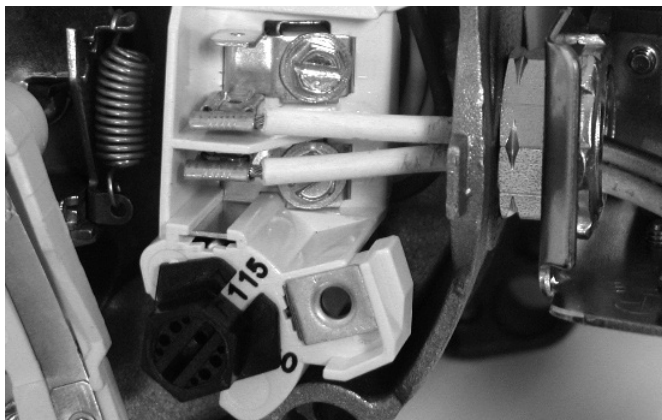

Figure 15 : Tension réglée à 115 V sur sélecteur à cadran
2. Tourner le cadran dans le sens des aiguilles d'une montre jusqu'à ce que le nombre 115 soit visible dans la fente du cadran (Figure 15).